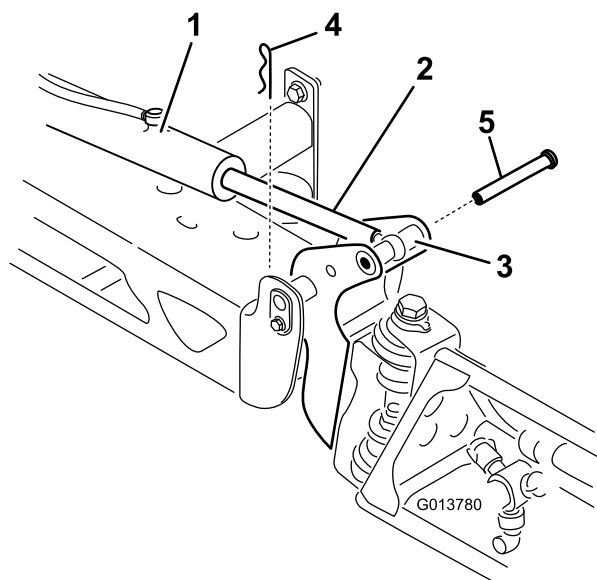

Figure 65
2. Retirez la goupille fendue de l'axe de pivot (Figure 65).
3. Élevez la rampe et retirez l'axe (Figure 65), puis abaissez lentement la rampe au sol.
7. Tout en maintenant la rampe, insérez l'axe dans le pivot de rampe et la tige de vérin (Figure 65).